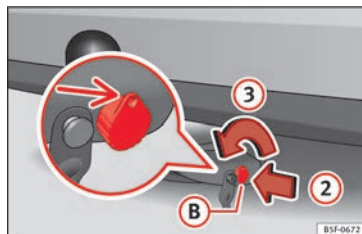

Fig. 187 Déverrouiller la serrure
- Introduisez la clé **(B)** dans la serrure dans le sens de la flèche **(2)** » fig. 187.